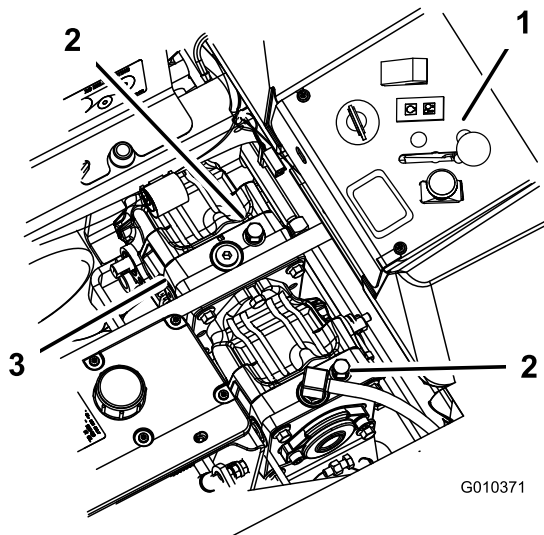

Bild 24
2. Drehen Sie die Sicherheitsventile um eine Drehung nach links. So kann Hydrauliköl an der Pumpe vorbei fließen und die Räder können sich drehen (Bild 24).
Drehen Sie zum Betrieb der Maschine die Sicherheitsventile eine ganze Umdrehung nach rechts (Bild 24).